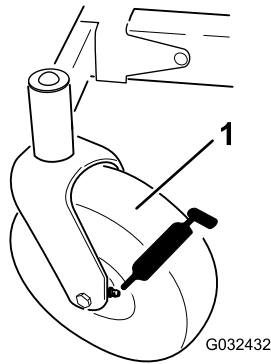
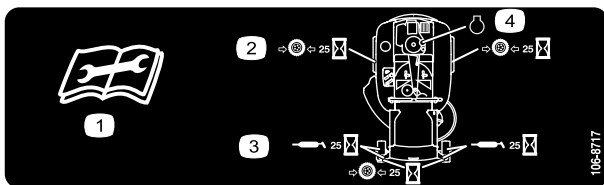

Figure 33
Figure 34
3. Nettoyez les graisseurs (Figure 33 et Figure 34) à l'aide d'un chiffon.
4. Raccordez une pompe à graisse à chaque graisseur (Figure 33 et Figure 34).